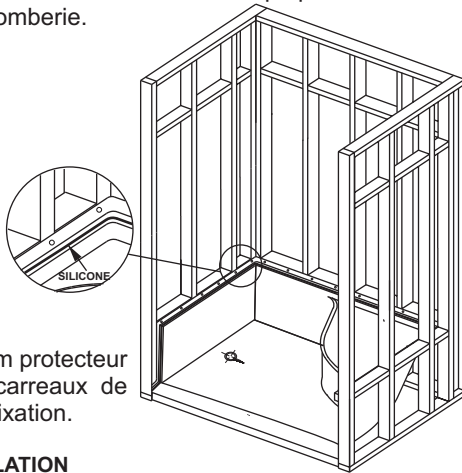

FIGURE 3
- Positionner la section de base avec soin dans l'alcôve et repousser à affleurement contre les murs de la structure, comme illustré par la figure 3.
- Appliquer un épais cordon de silicone tout autour de la périphérie de la bride de base comme illustré par le détail de la figure 3.